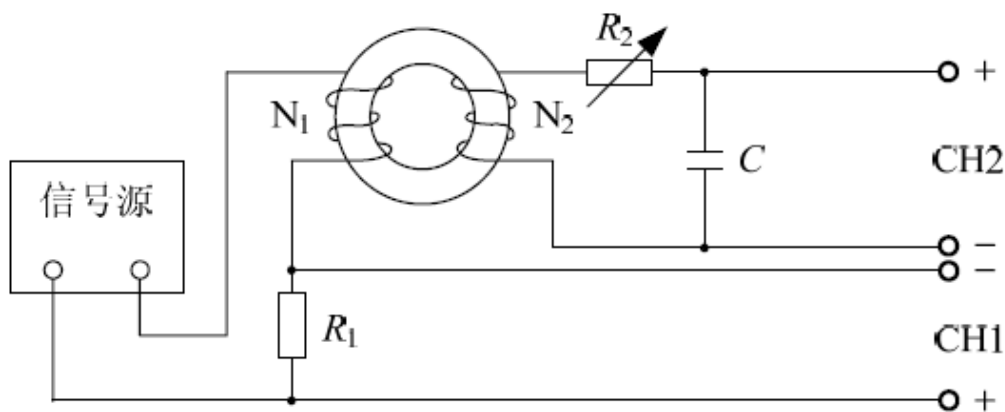

图4 用示波器测量动态磁化曲线和磁滞回线的电路图
实验电路如图 4 所示。信号源频率为 500Hz, R_1 为 $100\ \Omega$, C 为 $4.7\ \mu F$ 。
- 1) 按图 4 连接电路, 示波器通道 1 测 R_1 两端电压, 通道 2 测电容两端电压, 进入李萨如图模式, 使信号源幅度为 0 V, 调节示波器, 使示波器光点在屏幕中心处。
- b) 将 (3) 中测出的磁滞回线上的坐标值 x_i 、 y_i 代入式 (3)、(6) 中, 算出对应的 H_i 、 B_i 。绘制 B—H 曲线图。